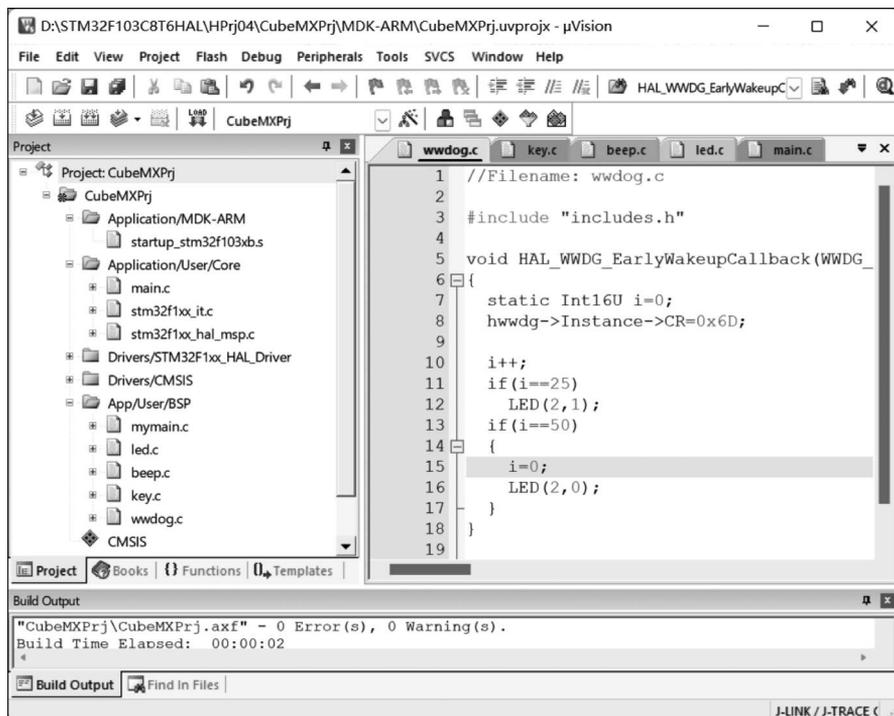

图 5-9 工程 HPPrj04 工作窗口
(3) 修改 mymain.c 文件,如程序段 5-8 所示;添加新创建的文件 wwdog.c(保存在目录 D:\STM32F103C8T6HAL\HPPrj04\BSP 下)到工程管理器的 App/User/BSP 分组下。建设好的工程 HPPrj04 如图 5-9 所示。